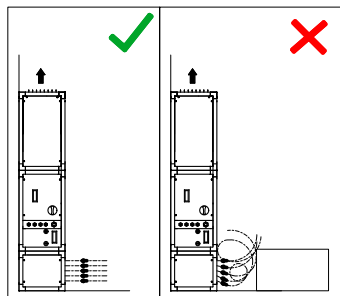

FIG.1
- Faciliter l'entrée d'air dans l'unité en laissant un minimum de 30 cm entre la grille d'aspiration et tout objet ou mur (Fig.1).